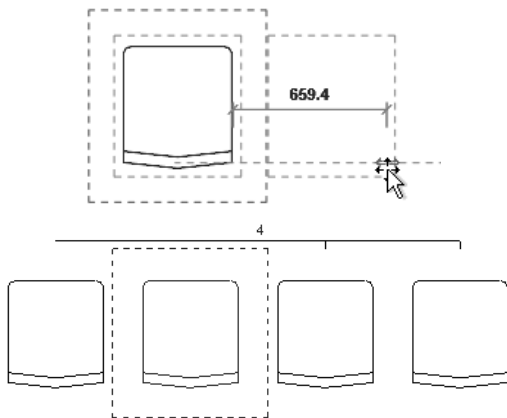

图 5-76
- 第二个：选中此单选按钮, 将指定第一个图元和第二个图元之间的间距为成员间的阵列间距, 所有后续图元将使用相同的间距, 如图 5-76 所示。